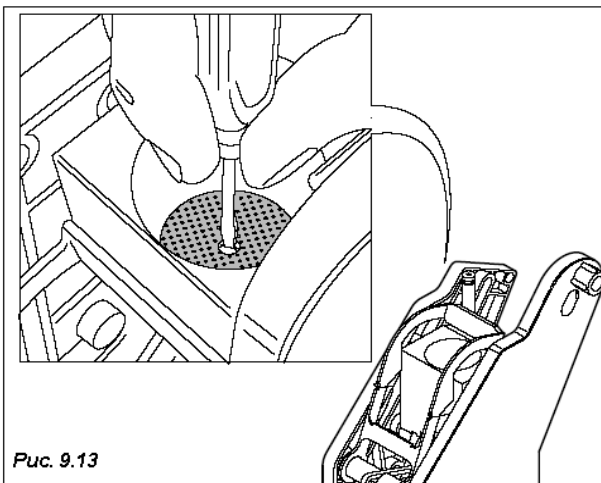

Рис. 9.13
- Отверните винт (Рис. 9.13), промойте фильтр и, в случае необходимости, замените его.